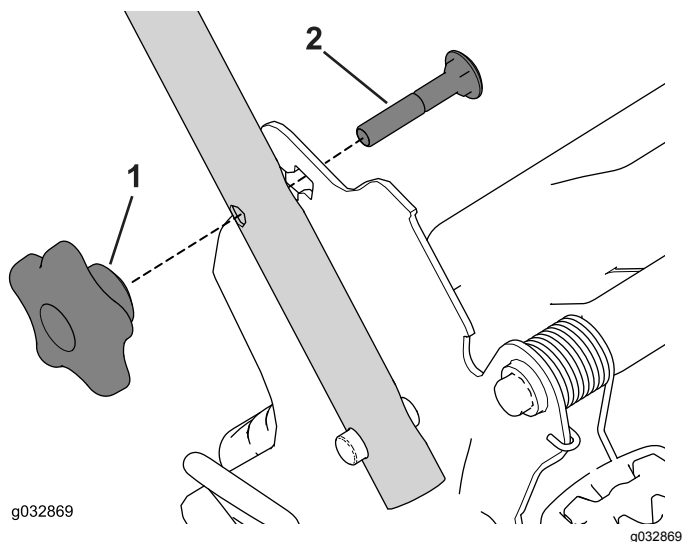

Рисунок 8
4. Вставьте каретный болт (так, чтобы головка болта была направлена внутрь) сквозь верхнее или нижнее квадратное отверстие кронштейна рукоятки и в верхнее отверстие торцевой части рукоятки (Рисунок 8).